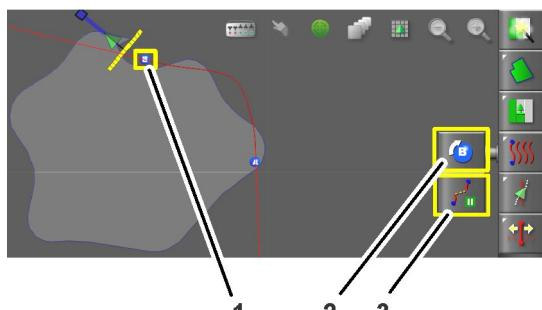

Figura 17
6. Conduzca la máquina por el contorno del perímetro de la parcela (Figura 17).
7. Pulse el icono Fijar punto B (Figura 17).